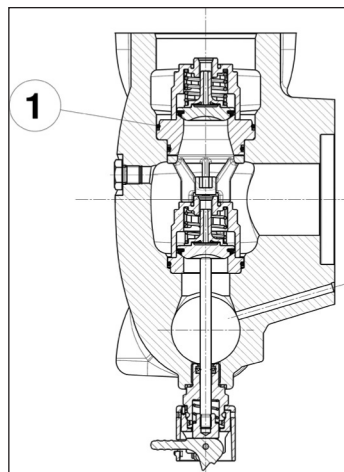

Fig. 122
Prêter particulièrement attention à la mise en place du joint torique indiqué rep. ①, Fig. 122. Il est recommandé d'utiliser l'outil n° 27516000 (dans les versions avec Ø piston : 40 - 45 - 50) ou réf. 27516100 (pour les versions avec Ø Piston : 55 - 60 - 65) pour éviter de couper le joint torique en phase d'installation.